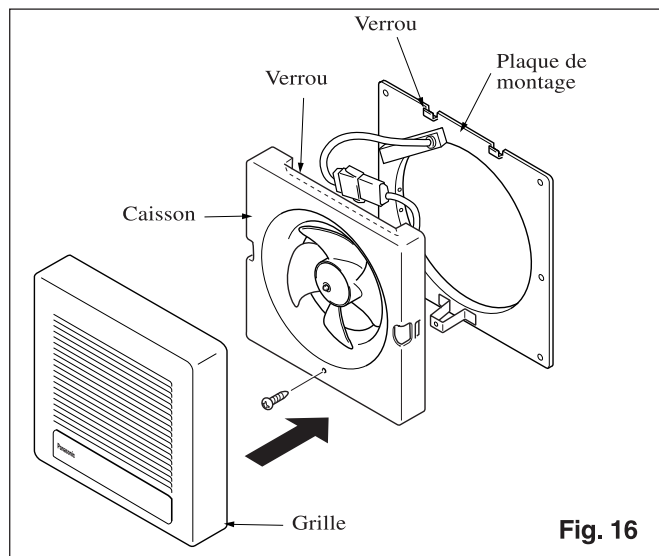

Fig. 16
13. Relier les connecteurs entre eux, accrocher le ventilateur sur la plaque de montage et les fixer à l'aide de vis fournies en accessoire (vis III). (Fig. 16)